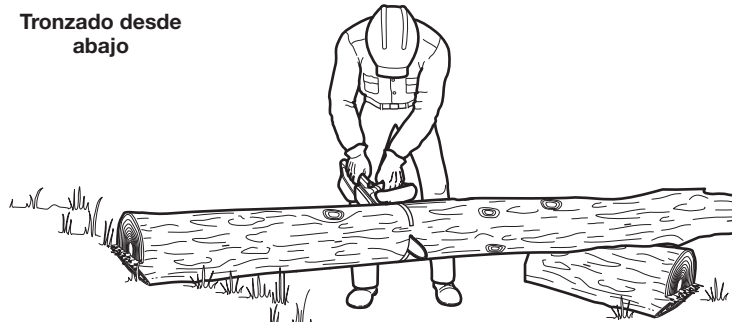

Fig. 17
1. Comience a cortar el tronco desde abajo, con la parte superior de la cadena de la sierra contra la parte inferior del tronco (Fig. 17).